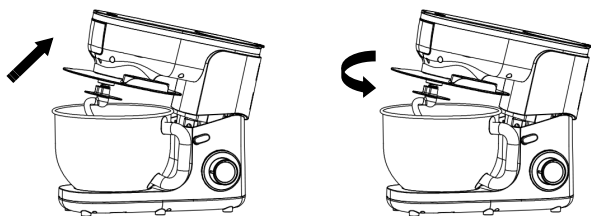

рис. 1
1. Поверните на рычаг фиксации моторного отсека и откиньте моторный отсек вверх (Рис. 1).